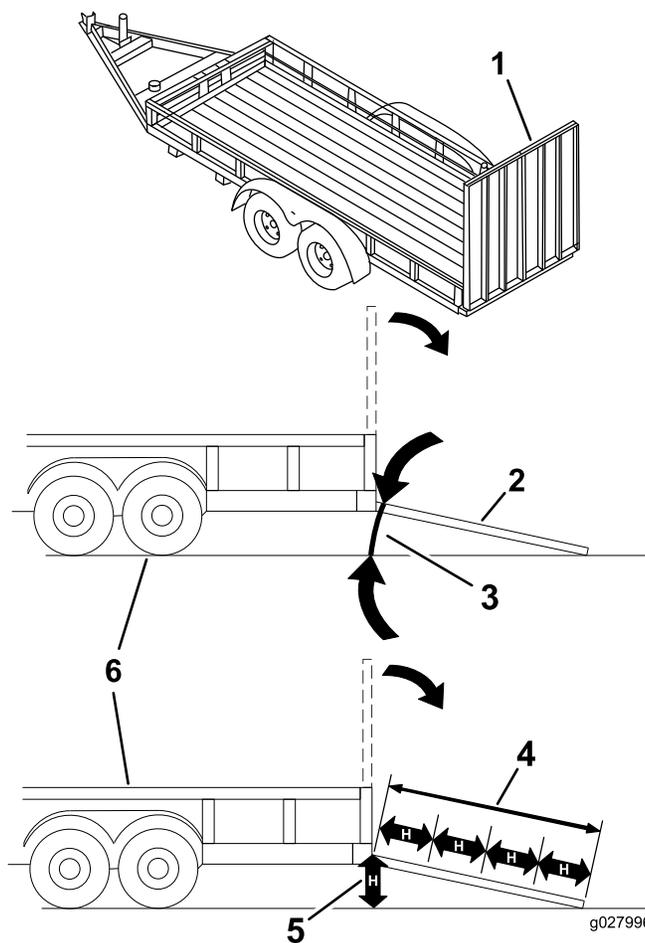

Рисунок 34
При погрузке машины на прицеп или грузовик возникает повышенная вероятность опрокидывания, что может привести к получению тяжелой травмы или гибели (Рисунок 34).
3. Опустите наклонный въезд, убедившись, что угол между наклонным въездом и землей не превышает 15 градусов (Рисунок 34).